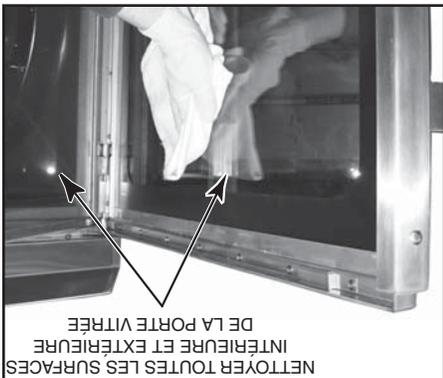

Figure 30
8. Lavez les portes et le verre intérieur avec de l'eau savonneuse chaude, rincez et séchez ou utilisez un nettoyant commercial pour vitres (figure 30). Faites très attention lorsque vous nettoyez la surface extérieure du verre intérieur en raison de son revêtement réfléchissant particulier. Ne retirez PAS la vitre de la porte.